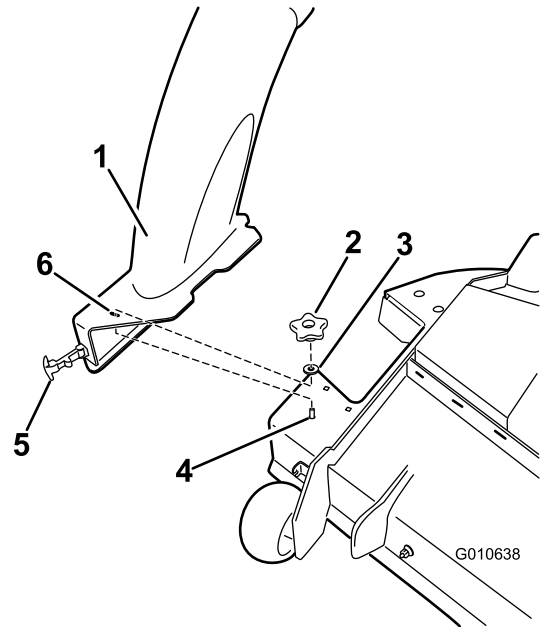

Bild 7
5. Befestigen Sie den Auswurfkanal am Mähwerk; stellen Sie sicher, dass die Öffnung oben am Auswurfkanal mit der freiliegenden Strebe an der Mähwerkoberseite ausgefluchtet ist (Bild 7).